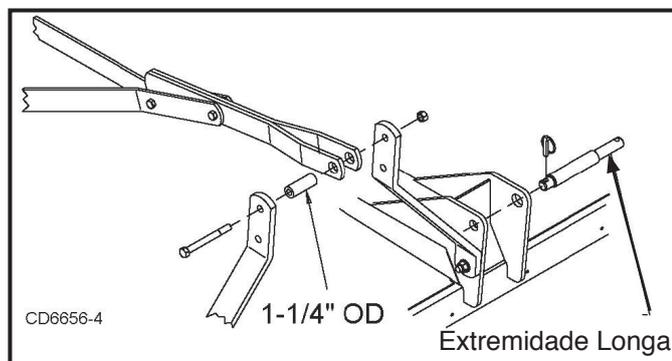

Figura 5. DS120 Conexão Standard Engate Cat. 3
2. Conecte o braço superior (3º ponto) do trator à estrutura "A" do cortador usando os furos superiores e a luva com DE de 1-1/4" (3,175 cm). A articulação deve ser colocada nos orifícios inferiores da estrutura "A". Veja a Figura 5.